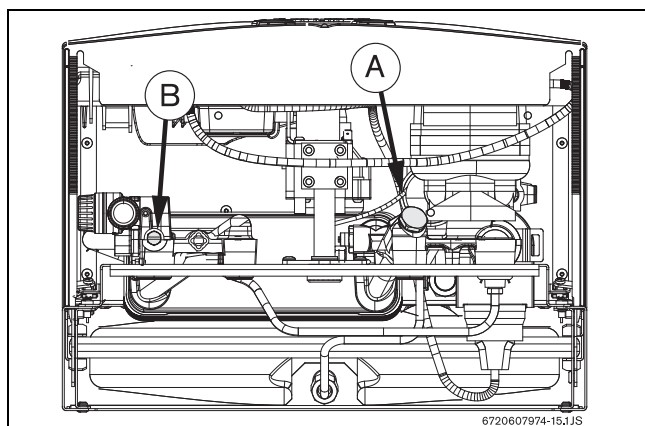

Рис. 29
- ▶ Отвинтить сливной винт (Рис. 29, поз. В).